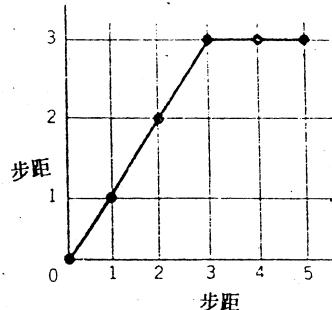

图 1 第1种脉冲输出方法
(1) 两轴对脉冲同时计数,完成指定脉冲数的轴,电机先停止传动。如图 1 所示。